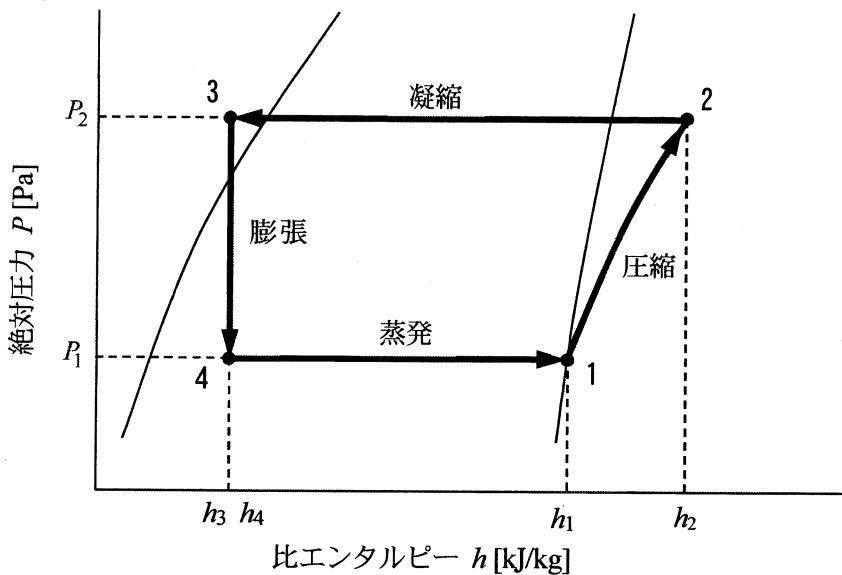

図3  $P - h$  線図上の蒸気圧縮冷凍機の冷凍サイクル
(2) 図3は、 $P - h$ 線図（モリ工線図）上の蒸気圧縮冷凍機の冷凍サイクルで、冷媒の絶対圧力を対数目盛で縦軸に、比エンタルピーを横軸として、圧縮→凝縮→膨張→蒸発のサイクルを示したものである。ここで、1～4は冷媒の状態点を示す番号である。
- 1) 図3の冷凍サイクルのプロセスの中で、空調系統へ供給する冷房用の冷水を冷却するのは
- 2) 冷凍機の性能を表す成績係数を  $\varepsilon_R$  とすると、 $\varepsilon_R$  は図3の各点の比エンタルピーを用いて、式  $\varepsilon_R = \frac{8}{9}$  で表わされる。成績係数は、略して  9 と呼ばれている。
3) 図3のサイクルを、温熱を供給するヒートポンプとして使用する場合の成績係数について考える。1~4の各状態点の圧力と比エンタルピーの条件が同じであれば、ヒートポンプとしての成績係数は、冷凍機の成績係数 $\varepsilon_R$ を用いて、10と表すことができる。